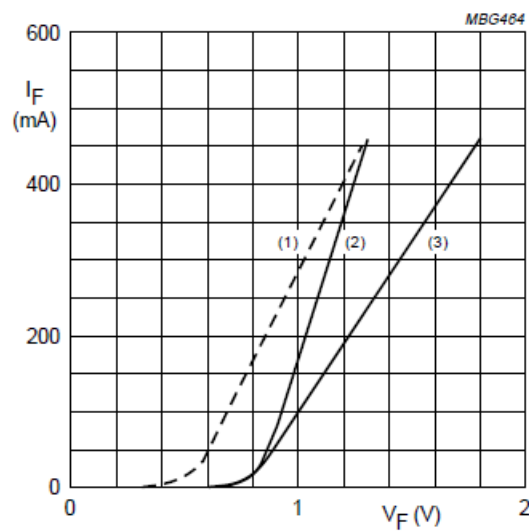

Figura 0.4: Corriente vs. tensión del diodo rectificador obtenida de la hoja de datos.
De la figura 0.4 obtenida de la hoja de datos del diodo 1N4148, a nuestro caso corresponde la curva (2). Se puede ver que la curva característica del diodo obtenida con la medición es muy similar tanto a la simulación, como a la curva de la hoja de datos de dicho componente.